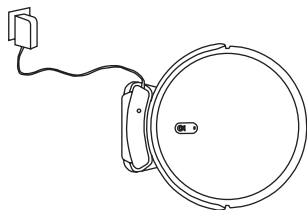

Figure 1
- Le robot se charge à partir de sa base de charge (Figure 1).